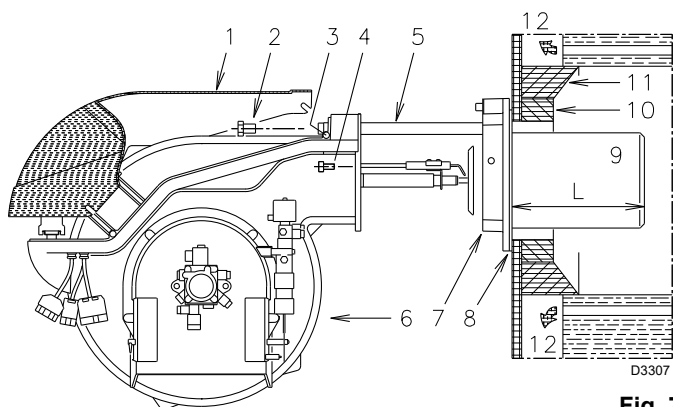

Fig. 7
4.4 Comprimento do tubo de fogo (Fig. 7)
Para as caldeiras com a frente refrigerada por água, não é necessário o revestimento refractário (10)-11) (Fig. 7), excepto se o fabricante da caldeira assim o indicar.
- Afrouxar os 4 parafusos (3) e retirar a envolvente (1).
- Tirar os parafusos (2) das duas guias (5).
- Tirar os dois parafusos (4) que fixam o queimador (6) à flange (7).
- Retirar o tubo de fogo (9) com a flange (7) e as guias (5).
Uma vez efectuada esta operação, fixar a flange (7) (Fig. 7) à placa da caldeira, intercalando a junta (8) fornecida. Usar os 4 parafusos fornecidos, depois de haver protegido a rosca com um produto antibloqueio (massa para altas temperaturas, compounds, grafite).
- Abrir o queimador sobre as guias como se indica (Fig. 7 Pág. 10).